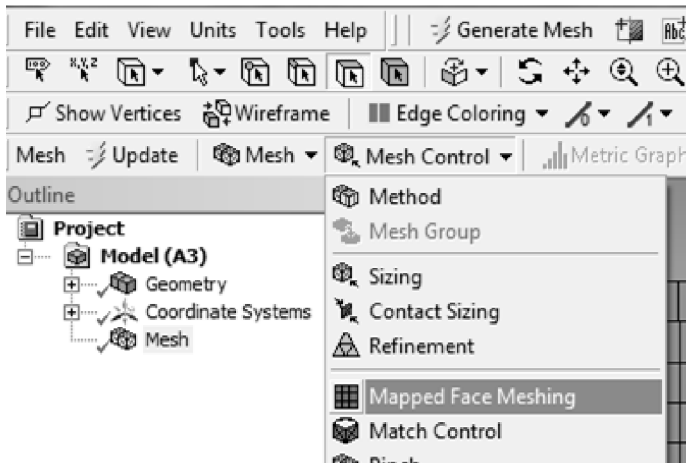

Рис. 3.15
2) Применяем стиль Mapped Face Meshing. Для этого на панели Outline кликаем Mesh. Затем на панели инструментов выполняем последовательность Mesh Control → Mapped Face Meshing, рис. 3.15.